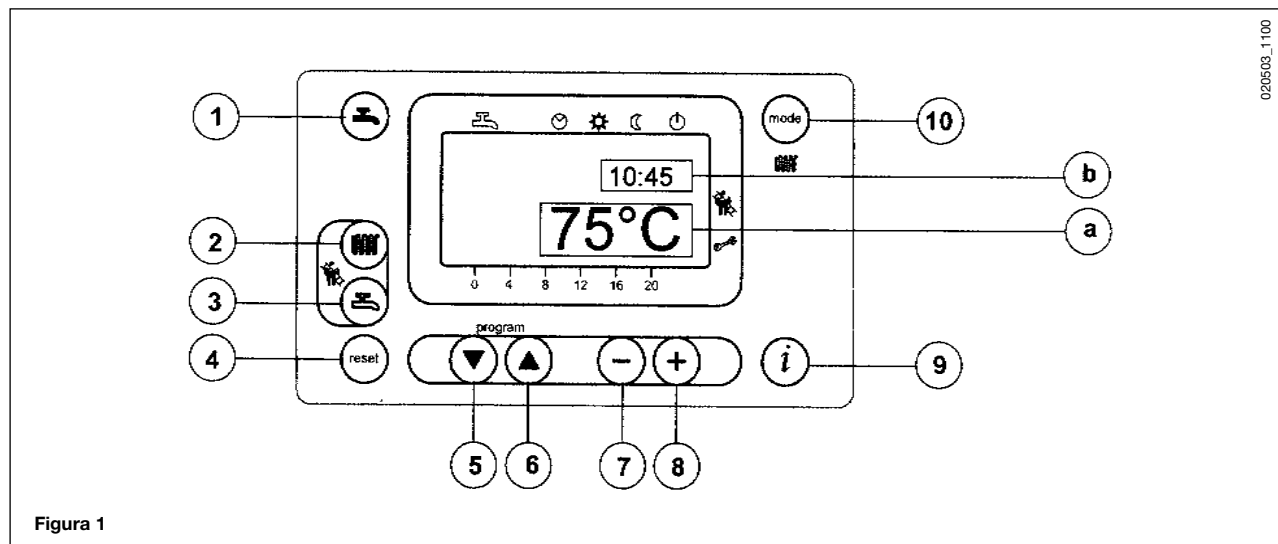

Figura 1
- Premere il tasto (🚿) (2- figura 1) per impostare la temperatura dell'acqua di riscaldamento;
- premere uno dei due tasti (🔄) (mode) (1 o 10 - figura 1) per memorizzare e ritornare al menù principale.
N.B – Con sonda esterna collegata, mediante il tasto (🚿) (2 – figura 1) è possibile effettuare la traslazione della curva di riscaldamento. Premere i tasti (-) (+) per diminuire o aumentare la temperatura ambiente del locale da riscaldare.
- Premere il tasto (🚿) (3- figura 1) per impostare la temperatura massima dell'acqua sanitaria;
Sul display principale (figura 1 a) compaiono le segnalazioni di anomalia assieme al simbolo  (figura 4).